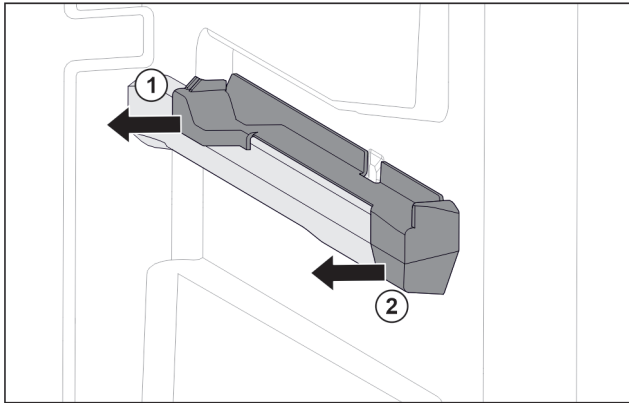

Fig. 96 Aufsteckteil auf der rechten Behälterrippe
- ▶ Aufsteckteil hinten zur Seite abziehen. Fig. 96 (1)
- ▶ Aufsteckteil vorne zur Seite abziehen. Fig. 96 (2)